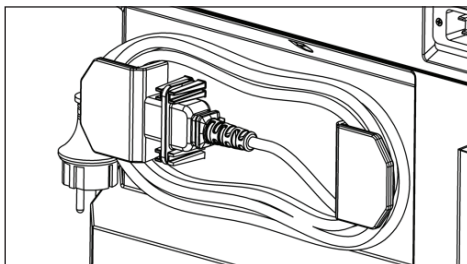

Fig. 6: Poziția de depozitare a cablului
- ▶ Depozitați cablul în poziția de depozitare (Fig. 6). Fixați fișa cu clema pentru cablu furnizată.